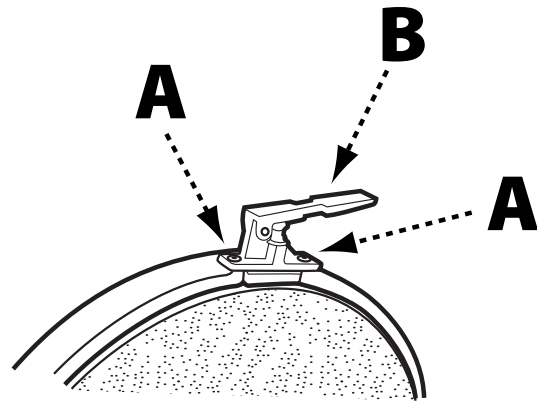

FIGURE 2
- Référez-vous à la Figure 2 et retirez les 2 vis à 6 pans (A) du support de disque en utilisant la clé Allen de 2,5 mm fournie.
- Alignez les trous de vis de l'ensemble de levier de frein (B) avec ceux du support de disque et fixez ces deux parties en utilisant les vis à 6 pans que vous avez retirées à l'étape 1.